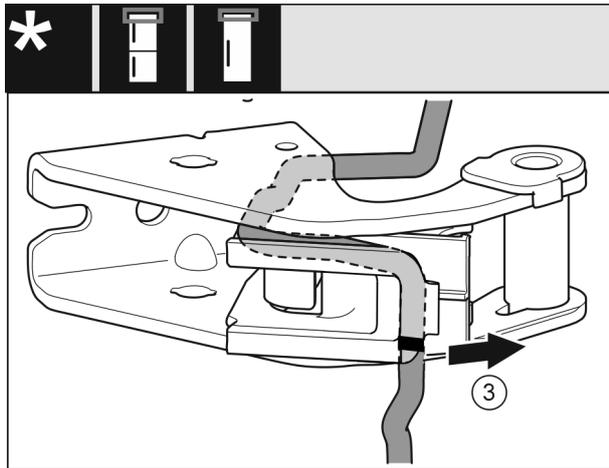

Fig. 15
- ▶ Kabel mit der Kabelhalterung vom Lagerbock demontieren. Fig. 15 (3)